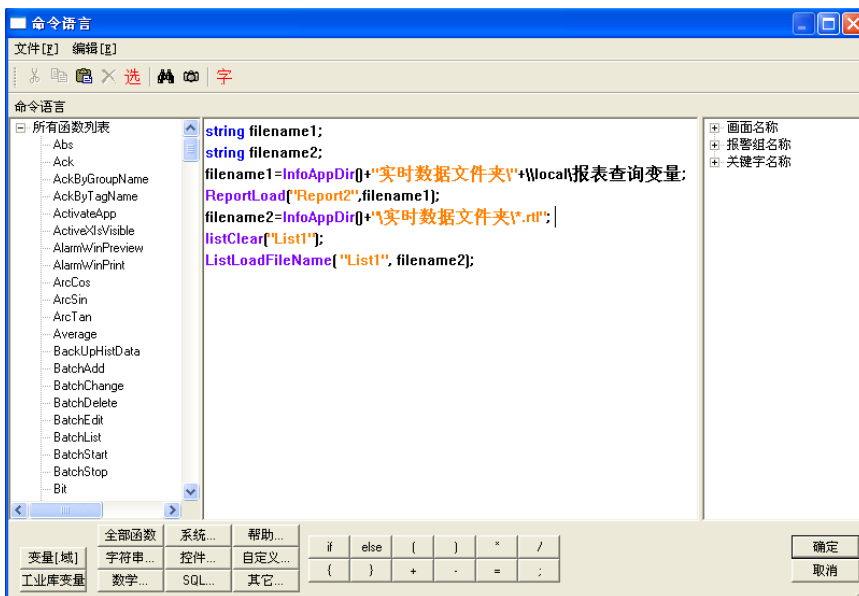

图 8-16
8、在按钮的弹起事件中输入如下命令语言，如图 8-16 所示。